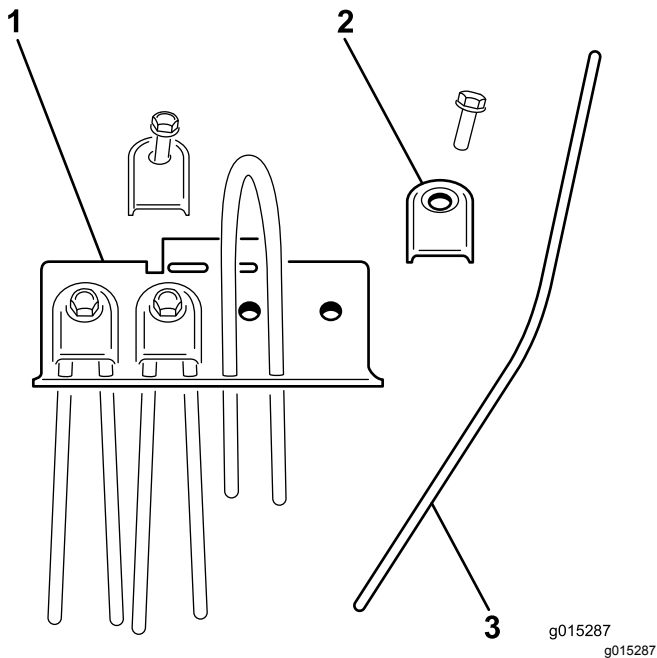

Рисунок 28
2. Снимите держатель зуба и удалите поврежденный зуб (Рисунок 28).